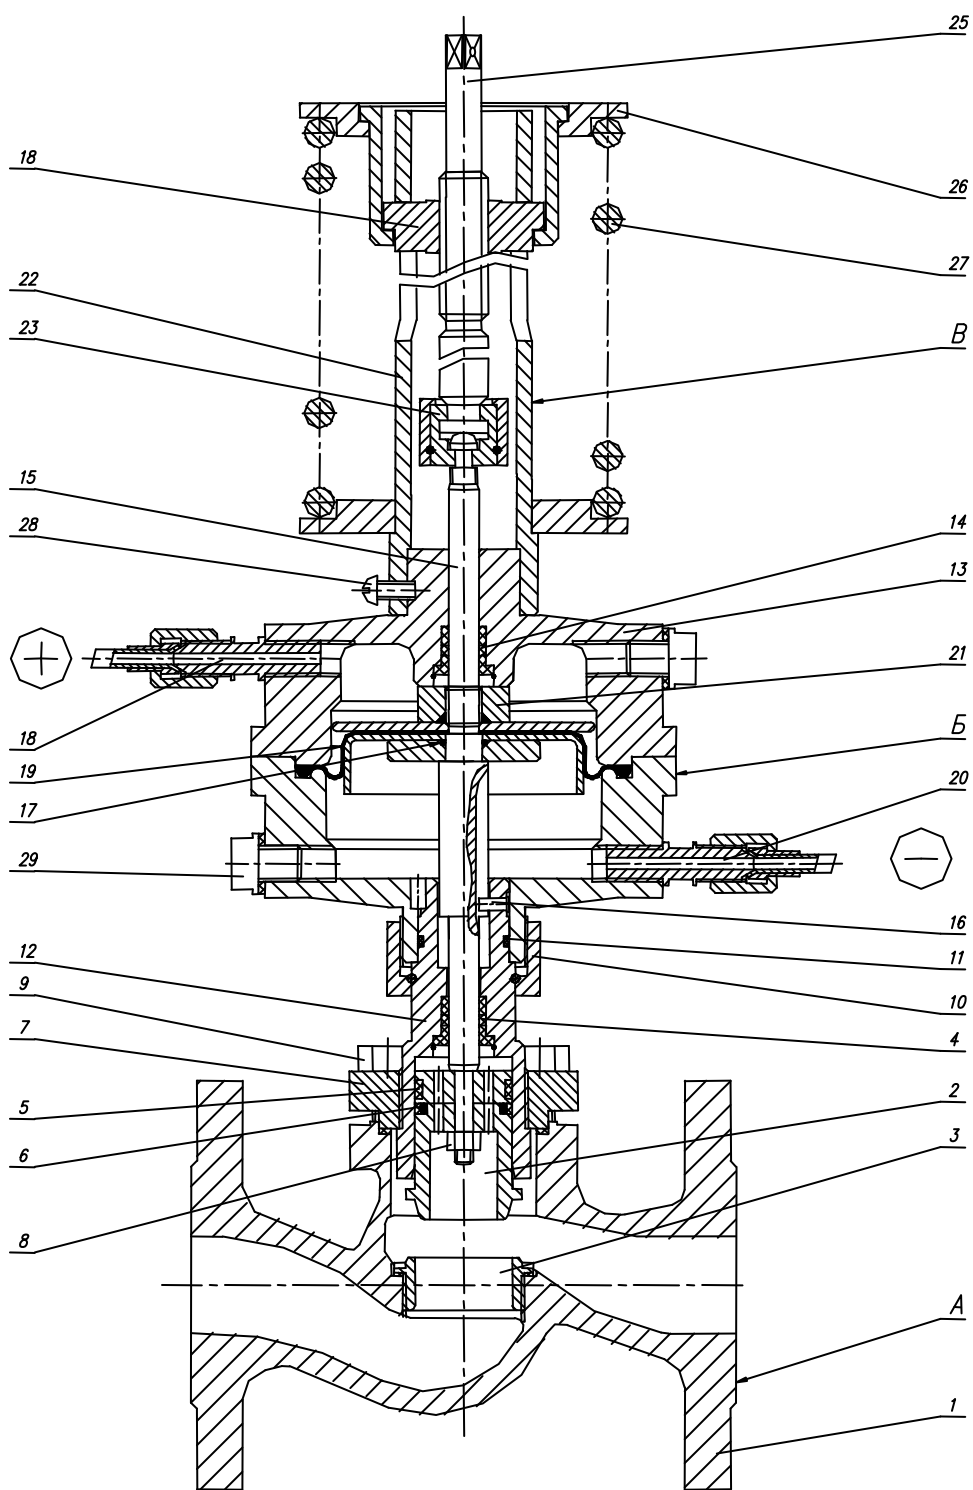

Рисунок 1. Общее устройство регулятора РП-32.
2.2.5. Регулятор устанавливать на горизонтальном участке трубопровода согласно схеме подключения (см. рис.1 приложения). Перед регулятором установить магнито-сетчатый фильтр.